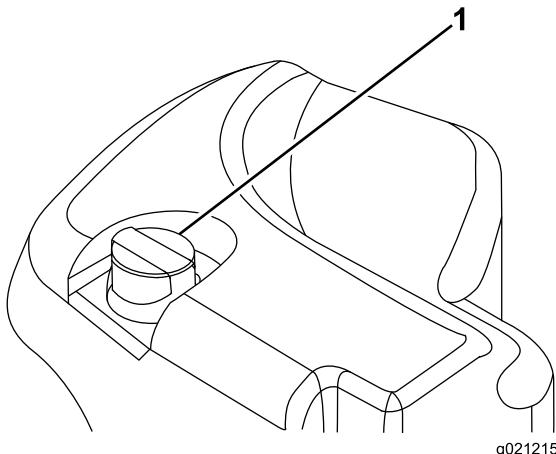

Figura 34
- Limpe a zona em redor do tubo de enchimento e da tampa do depósito hidráulico (Figura 34).